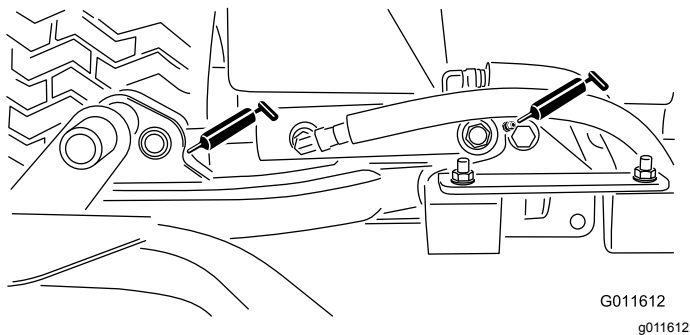

Figura 28
- Cilindros do braço de elevação da unidade de corte (2 cada) – Figura 28
- Articulações do braço de elevação (1 cada) – Figura 28